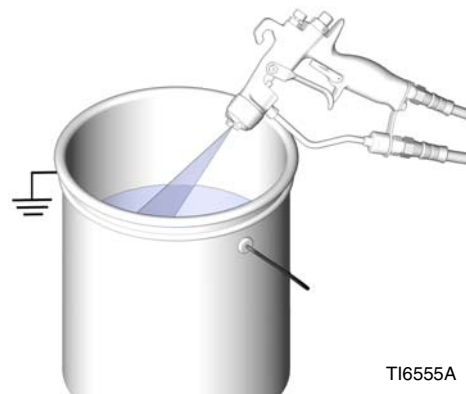

FIG. 11
5. Houd een metalen gedeelte van het pistool stevig tegen een geaarde metalen opvangbak. Druk de trekker van het pistool in om de druk te ontlasten. Zie FIG. 11.